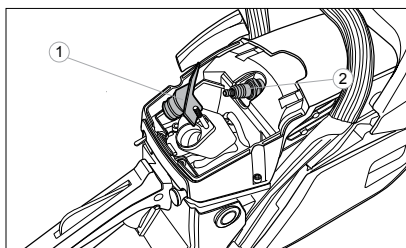

Рис. 26
3. Отсоедините высоковольтный кабель от свечи зажигания 1 (рис. 26).